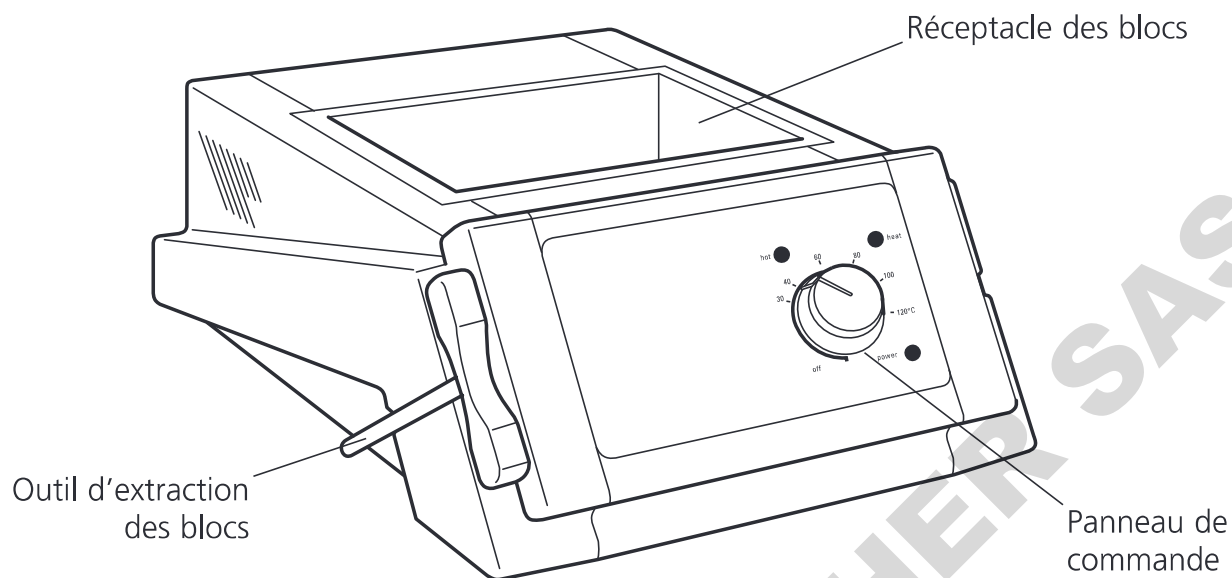

Figure 1: Vue de face
Blocks should only be removed using the specially designed tool supplied with the instrument - see figure 1.
Les blocs se logent dans le réceptacle sur le dessus de l'instrument (voir figure 1) et sont chauffés par dessous. Tous les blocs sont parfaitement interchangeables, et les blocs destinés à des tailles de récipients différentes peuvent être utilisés simultanément dans le réchauffeur de blocs.
blocs d'aluminium dans le réceptacle sur le dessus de l'instrument - voir figure 1.
5. Installer le couvercle de sécurité si nécessaire. Ce dernier peut simplement s'appuyer sur le dessus du réchauffeur de blocs, ou bien s'articuler sur des charnières à l'aide des vis fournies. Ces dernières prendront place dans les trous prévus sur le dessus à l'arrière du réchauffeur de blocs de (voir figure1).